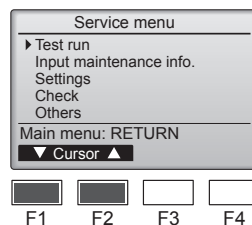

Fig. 7-1
- 1 Seleccione "Test run" (Modo prueba) desde el Menú principal, y pulse el botón [SELECT/HOLD]. (Fig. 7-1)